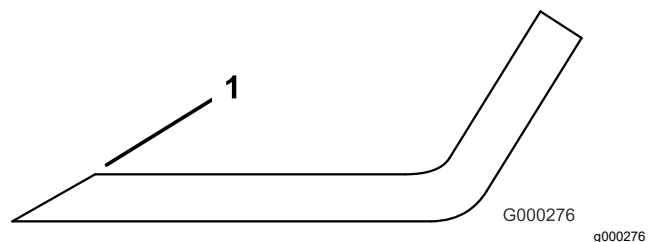

図 100
3. すべてのブレードの刃先を点検し、刃先が丸くなっていたり打ち傷がある場合には研磨する 図 100。
注 研磨は刃先の上面だけに行い、刃の元々の角度を変えないように十分注意する 図 100。左右を同じだけ削るようにすればバランスが狂わない。